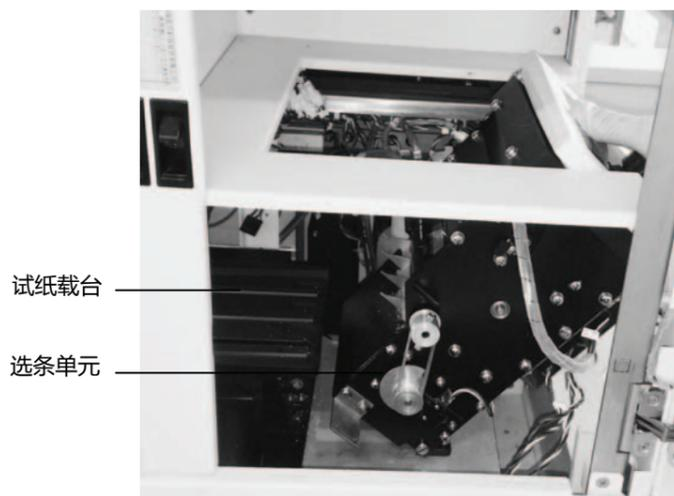

图 2-1
- (1) 退出“全自动尿液分析工作站”软件并关闭仪器电源开关。
- (2) 清洁仪器前工作面板。
- (3) 清洁样本输送器工作面板及清洁计数器小球。
- (4) 清理废液桶：废液按规定处理，当废液桶满时，请及时清理并用消毒液浸泡废液桶。
- (5) 清洁试纸自动传输装置的试纸载台：
- a) 打开仪器前门，手动将测试头推至远离操作者一侧；打开右侧小门，将选条单元以底面一侧为轴向仪器外侧慢慢旋转，直至无法继续旋转。（图 2-1）